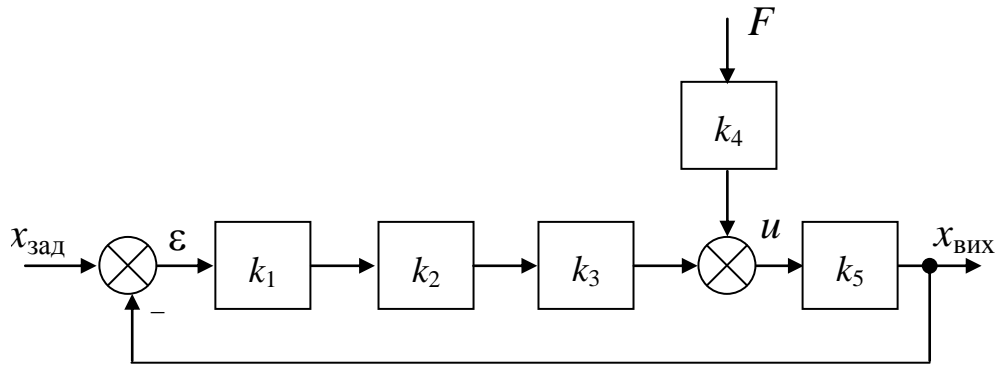

Рис. 2.9. Структура замкненої САУ
7. Сформулювати рівняння статички $x_{\text{вих}} = f(x_{\text{зад}}, F)$ та дослідити вплив коефіцієнтів підсилення k_i ($i = 1..5$), що задаються викладачем, на вигляд статичної характеристики замкненої САУ, структурна схема якої наведена на рис. 2.9.